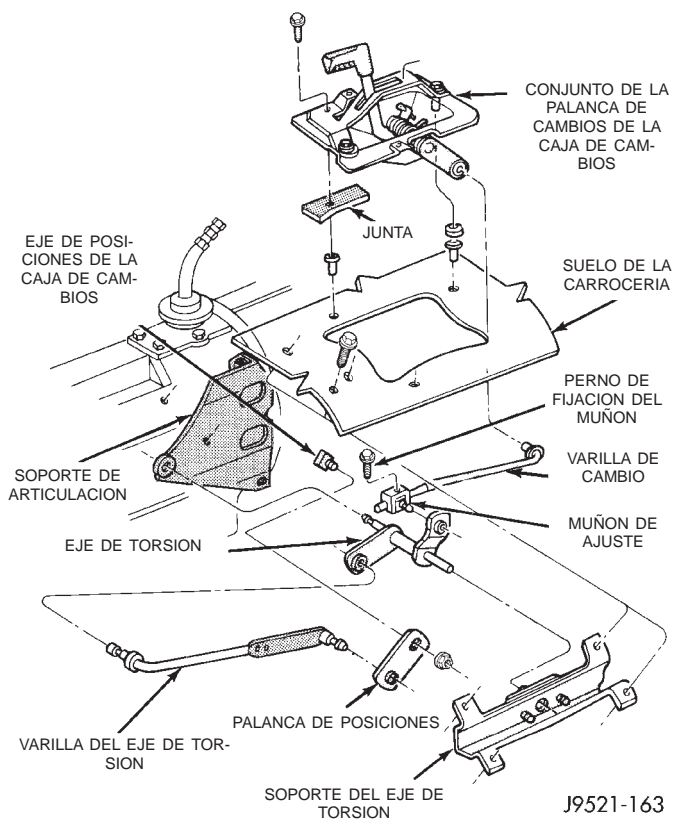

Fig. 87 Articulación de la palanca de cambios
- (1) Conmute la caja de cambios a la posición 4L.
- (2) Eleve el vehículo.
- (3) Afloje el perno de fijación situado en el muñón de ajuste (Fig. 87).
- (4) Asegúrese de que la varilla de la articulación se deslice libremente por el muñón. Limpie la varilla y pulverice con lubricante si fuera necesario.
- (5) Verifique que la palanca de posiciones de la caja de cambios se encuentre perfectamente acoplada en la posición 4L.
- (6) Apriete el perno de fijación del muñón de ajuste.
- (7) Baje el vehículo.